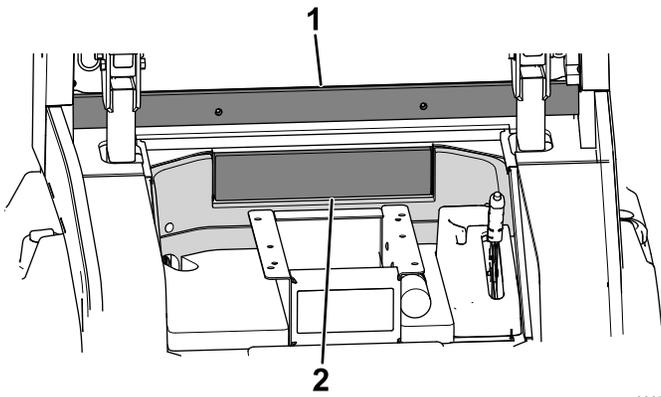

Bild 18
3. Entfernen Sie die Trägerfolie und bringen Sie die Dämmung in der Aussparung der Spritzwand an (Bild 18).
4. Entfernen Sie die Trägerfolie und bringen Sie die Dämmung für das hintere Fenster an (**Bild 18**).